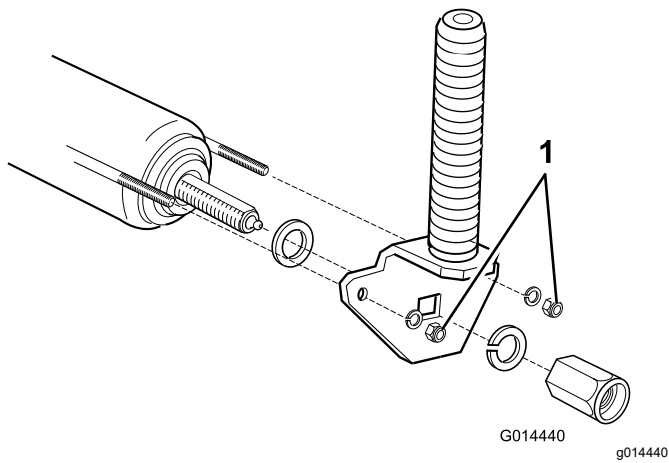

Figura 80
2. Apriete las tuercas con 4 giros completos para añadir la tensión correcta al alambre (Figura 80).